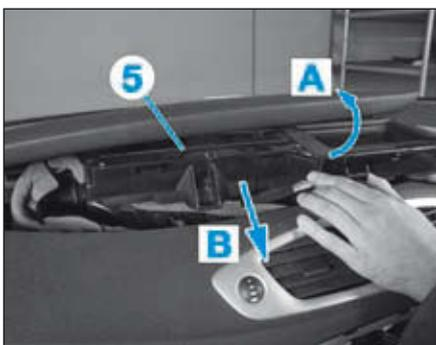

FIG.20
- Pivoter le combiné (5) (flèche A) puis le tirer (flèche B) (Fig.20).